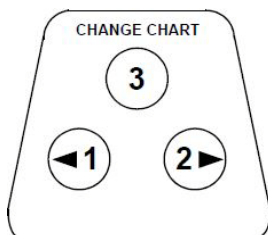

Figura 16. Pulsanti grafico sensibili alla pressione
2. Premere e tenere premuto il pulsante grafico (3 in *Figura 16*) per circa un secondo. La penna si sposterà fuori scala.
3. Confrontare la temperatura del registratore con la temperatura della soluzione. Se necessario, regolare il registratore premendo i pulsanti grafico di sinistra e destra (1 e 2 da *Figura 16*) per circa 5 secondi.